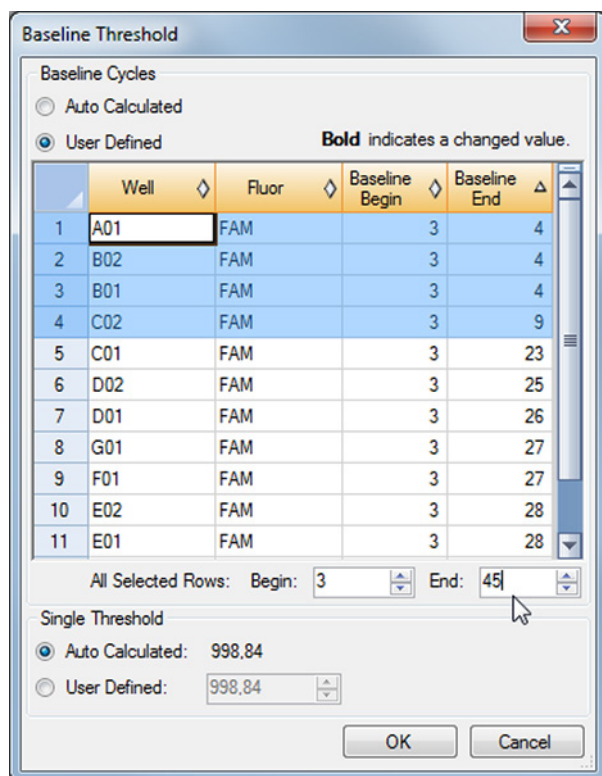

Figure 5: Boîte de dialogue Baseline Threshold (Seuil de référence)
3. Dans la barre de menus de la fenêtre Data Analysis (Analyse des données), cliquez sur **Settings** → **Baseline Threshold...** (Paramètres... → Seuil de référence...) pour ouvrir la boîte de dialogue Baseline Threshold (Seuil de référence) (voir la figure 5).
5. Sélectionnez toutes les lignes qui indiquent une valeur **Baseline End** (Extrémité de référence) comprise entre 1-9 (voir la figure 5).
- Définissez la valeur dans le champ **End:** (Extrémité :) sur 45 pour les lignes sélectionnées (voir la figure 5).
- Répétez les étapes 3-7 pour les canaux de détection VIC™ (IC) et Cy5 (gène S).